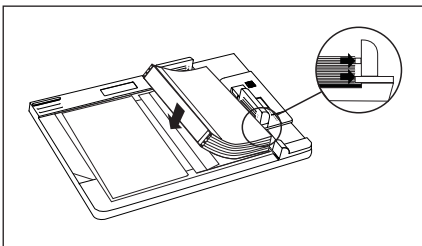

ABBILDUNG 32
3. Plazieren Sie den Papierblock so auf dem Hardcover™ Umschlag, dass er bündig mit der transparenten Anlagevorrichtung abschließt. Drücken Sie nun den Papierblock an der linken Seite fest nach unten, damit er durch den schmalen Klebestreifen fixiert wird (siehe Abbildung 32). Ihr Buch befindet sich somit mittig auf dem Hardcover™ Umschlag.